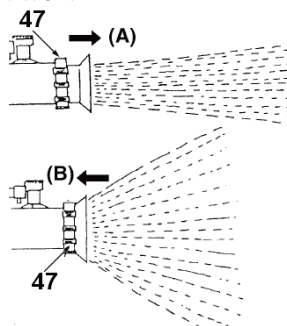

Fig. 35
Raza de pulverizare se schimbă prin modificarea poziției duzei de pul vizare după slăbirea inelului de blocare (47) (Fig. 35)